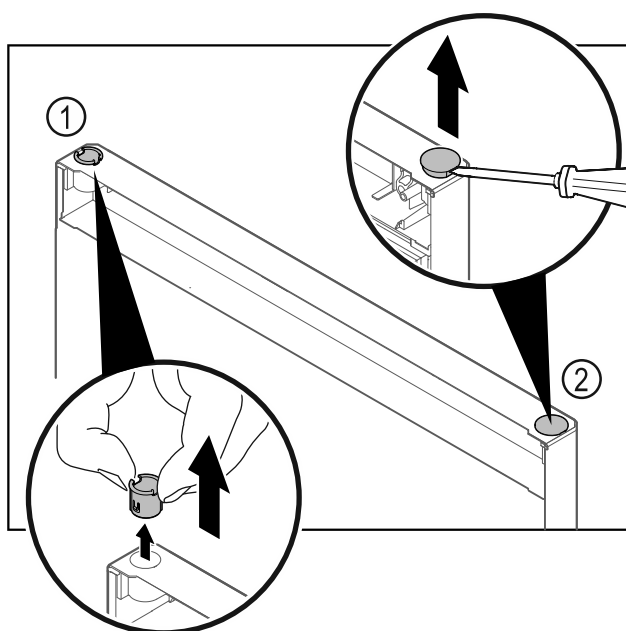

Fig. 28 冷藏区门
- 用手指拔出合页衬套 Fig. 28 (1)。
- 用带槽螺丝刀小心撬起盖塞 Fig. 28 (2) 并将其拔出。